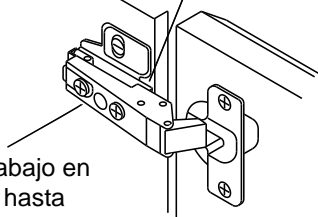

Fig. 9
Insert door side of clip hinge as shown in Fig. 9
- Lado de la puerta del relleno de la bisagra de 170 grados de la bisagra del clip segun lo demostrado adentro Fig. 9